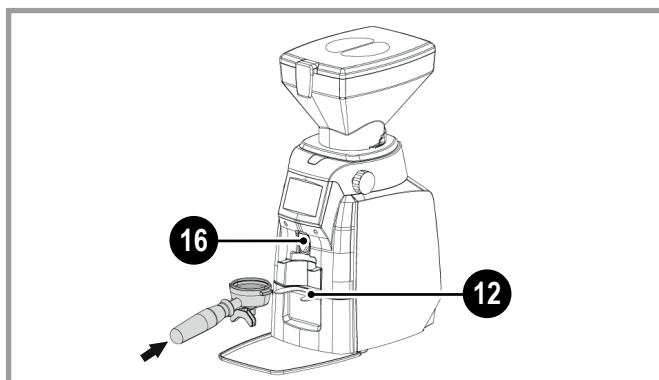

Fig. 6.5 - Prélèvements de café moulu
Pour les prélèvements de café moulu, voir Fig. 6.5.
- Placer le porte-filtre de la machine à café sur la fourche de support (12 - Fig. 6.5).
- Le moulin-doseur se met en marche pendant le temps de dosage paramétré et le café moulu descend par le conduit (16 - Fig. 6.5).